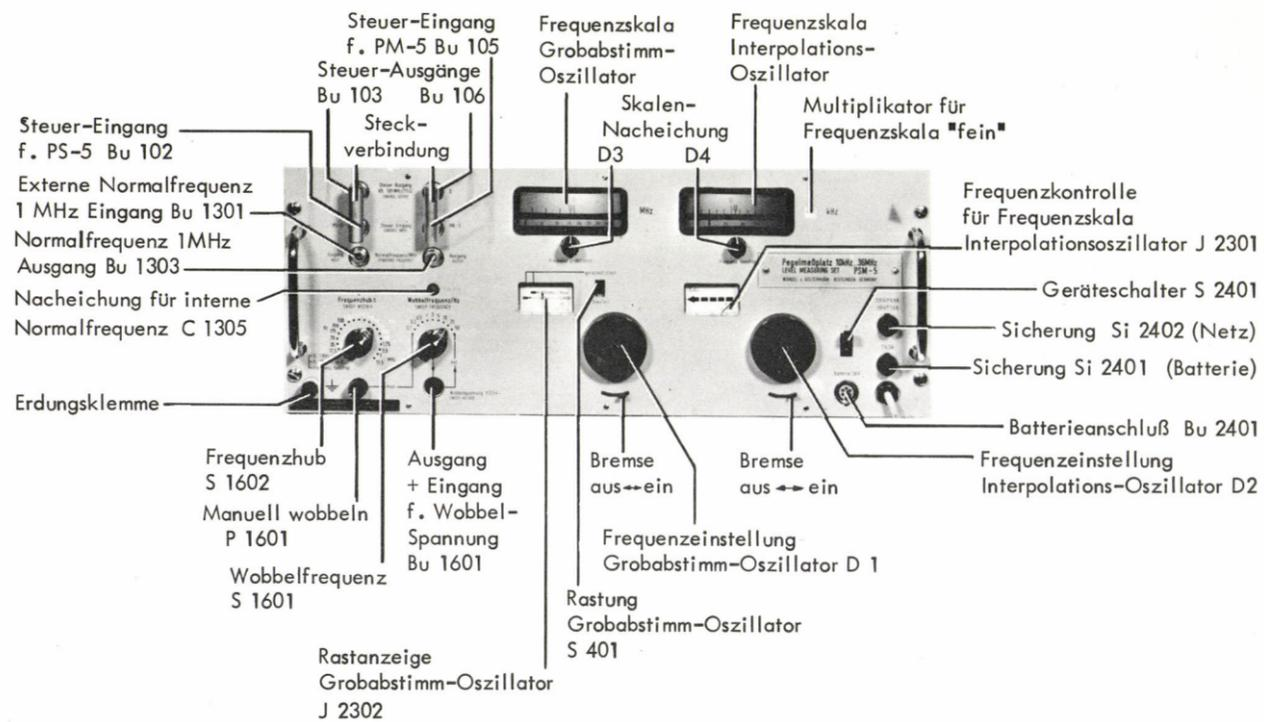

Bild 8 RWO-5
5.2 Der Oszillatorteil RWO-5 (Bild 8)